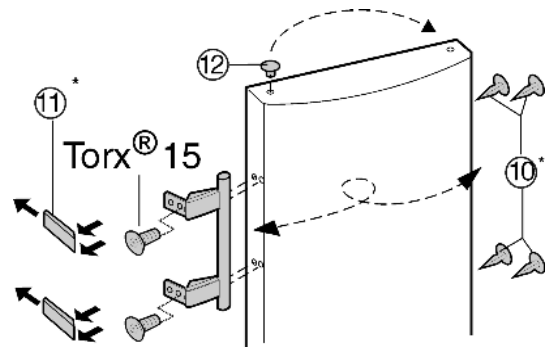

Fig. 7
► Trň Fig. 7 (12) z ložiskového puzdra dverí vyberte a premiestnite.
► Držadlo dverí, trň Fig. 7 (10) a prítlačné platničky Fig. 7 (11) odmontujte a premiestnite na opačnú stranu.